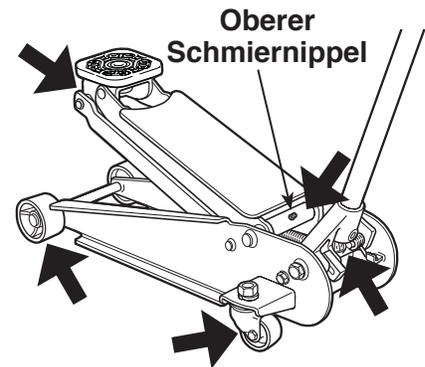

Abbildung 2
1. **Mindestens einmal im Monat:** die beweglichen Teile des Wagenhebers schmieren (mit Pfeilen in Abb. 2 angezeigt).